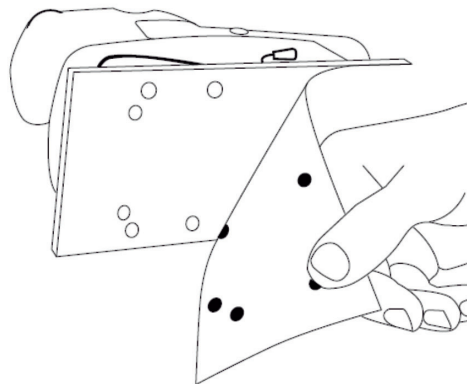

Рис. 3
3. Приложите абразивный лист (115x280мм, 14 отверстий) к подошве, совместив отверстия на абразивном листе с отверстиями на подошве (Рис. 3).
2. Приложите абразивный лист (115x230мм, 14 отверстий) к подошве, совместив отверстия на абразивном листе с отверстиями на подошве (Рис. 3)